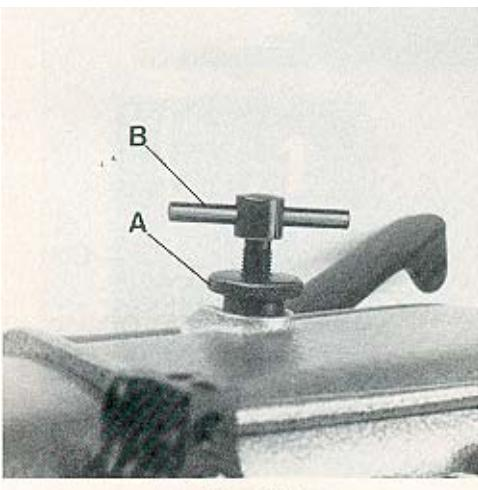

Fig.24
Rotate handwheel until the lower feed dog is below the throat plate. Loosen knurled nut (A, Fig. 24) and turn out T-screw (B) until it does not exert any pressure on the leaf springs. In this position, the pressure exerted on the presser foot should be so strong that the presser foot bottom and the front end of the presser foot tongue rest squarely on the throat plate.
Drehen Sie das Handrad bis der untere Transporteur unter der Stichplatte steht. Lösen Sie die Rändelmutter (A, Fig. 24) und drehen Sie die Knebelschraube (B) soweit heraus, daß sie nicht mehr auf die Blattfedern drückt. In dieser Stellung soll der Druck auf den Drückerfuß so stark sein, daß die Drückerfußsohle und das vordere Ende der Drückerfußzunge flach auf der Stichplatte aufliegen.
Now turn in T-screw (B, Fig. 24) until the necessary presser foot pressure for proper feeding is exerted (determine by sewing tests). Secure this setting with the knurled nut (A), which simultaneously fastens the upper arm cover. Remount the face cover and the finger guard.
Nun drehen Sie die Knebelschraube (B, Fig. 24) soweit ein, daß der zum einwandfreien Transport notwendige Drückerfußdruck erzeugt wird (durch Nähversuche ermitteln). Sichern Sie diese Einstellung mit der Rändelmutter (A), mit der gleichzeitig der obere Armdeckel befestigt wird. Montieren Sie den Stirndeckel und den Fingerschutz wieder.